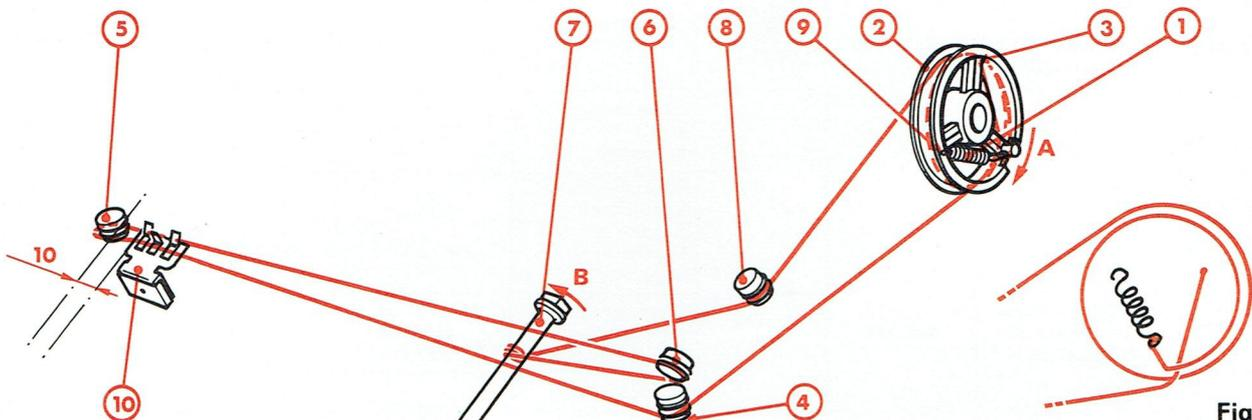

Fig. 1
- 1o) Prendre un cordonnet d'une longueur de 115 cm et fixer l'une des extrémités au ressort (1).
- 2o) Tourner la poulie (2) dans le sens de la flèche A jusqu'en butée.
- 3o) Attacher l'autre extrémité du cordonnet au trou (3) puis passer sur les poulies (4), (5) et (6) comme indiqué sur la figure 1.
- 4o) Effectuer 2 tours  $\frac{1}{2}$  sur l'axe (7) dans le sens de la flèche B, passer sur la poulie (8) puis effectuer 1 tour  $\frac{1}{2}$  sur la poulie (2) dans le sens de la flèche A et accrocher le ressort (1) dans le trou (9).
- 5o) Placer l'aiguille (10) comme indiqué sur la figure 1.